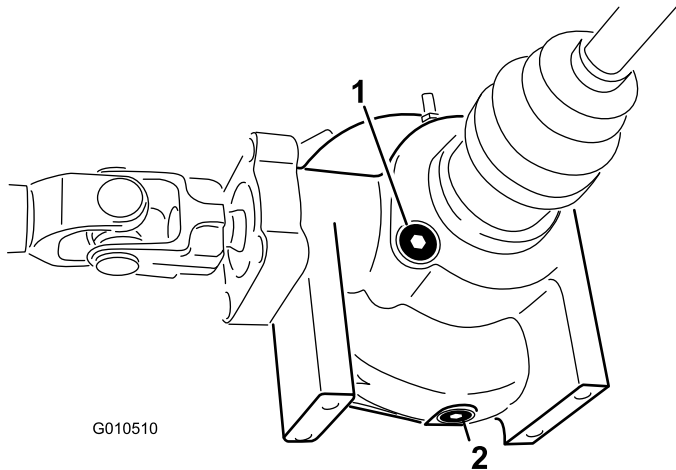

Figura 51
2. Limpie la zona alrededor del tapón de vaciado en el lateral del diferencial (Figura 51).